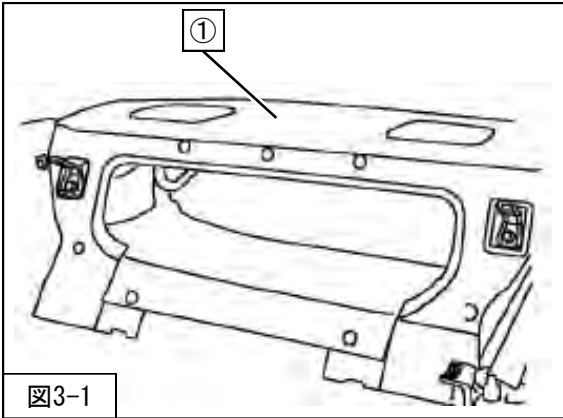

図3-1
1. ①リアパーセルシェルフフィニッシャーを取外してください。(図3-1)